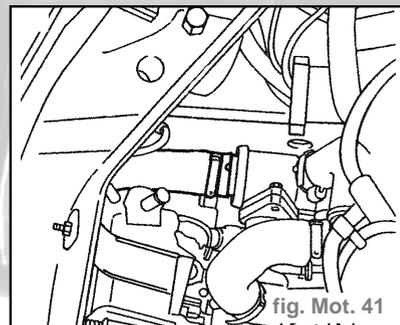

fig. Mot. 41
- Débrancher la durite de sortie du liquide de refroidissement (fig. Mot. 41).